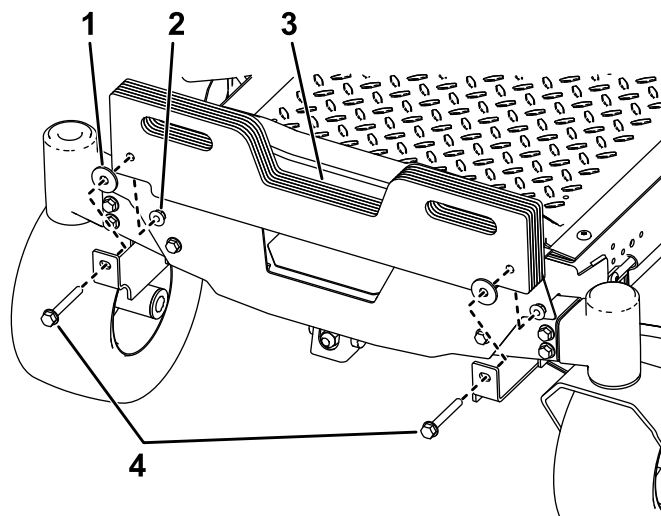

Figura 4
2. Instale os pesos em forma de mala nos suportes de montagem do peso utilizando dois parafusos de carroçaria ( $\frac{5}{8}$  pol. x  $2\frac{3}{4}$  pol.), duas anilhas e duas porcas de bloqueio ( $\frac{3}{8}$  pol.) como se mostra na Figura 4.